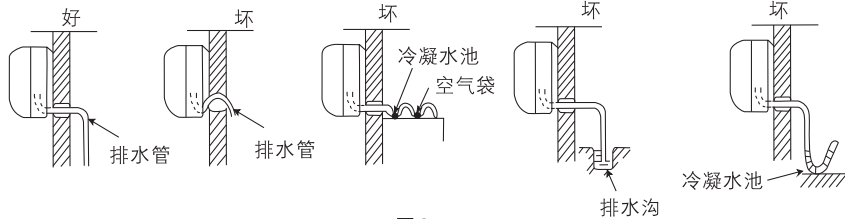

图 27
- (1) 用附件⑭排水管与室内机组的出水管连接起来。
- (2) 如要使冷凝水流得舒畅,排水管应倾斜少许,如图27所示。